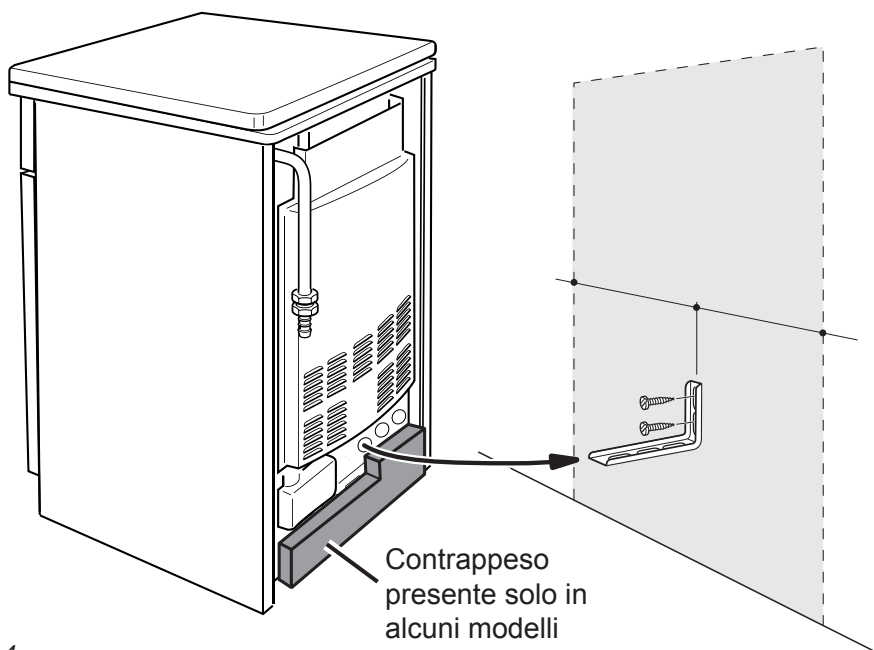

Fig. 6.4
4. Avvicinare la cucina alla parete e regolare l'altezza della staffa antiribaltamento in modo che possa inserirsi nella fessura sul retro della cucina, come mostrato in fig. 6.4.